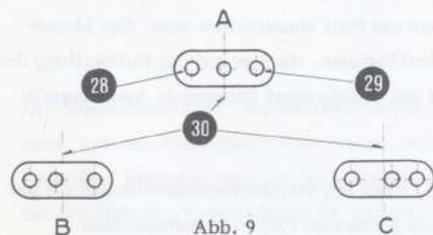
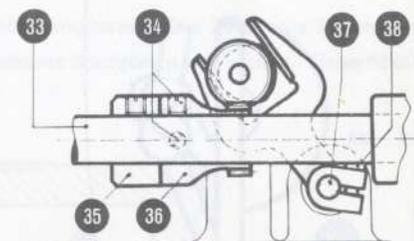

Abb. 9
Abb. 11
Zu 2: Unter der Verteilung der Nadel im Stichloch (Abb. 9) versteht man das richtige Einstechen der Nadel im Stichlochschlitz. Beim grössten Nadelausschlag muss der Abstand der Nadel von der Stichlochkante auf beiden Seiten des Stichloches gleich sein. Die Einstellung erfolgt dadurch, dass zunächst der Stichbreitenverstellhebel (7) auf den grössten Ausschlag eingestellt und die Klemmschraube (38) für die Zickzackgabel gelöst wird. (Siehe Abb. 11)
Die Einstellung erfolgt durch Verdrehen des auf der Ständerwelle (33) sitzenden Schraubenrades (36). Zu diesem Zweck werden die beiden Befestigungsschrauben (34) gelöst und das Schraubenrad (36) unter Anschieben an den danebenliegenden Stellring (35) soweit verdreht, bis die richtige Einstellung erreicht ist. (Abb. 11). Verdreht man das Schraubenrad in der Laufrichtung der Maschine, dann erfolgt die Seitwärtsbewegung der Nadel (21) früher. Verdreht man es in der entgegengesetzten Richtung, dann erfolgt sie später. Anschliessend werden die beiden Befestigungsschrauben (34) festgezogen.